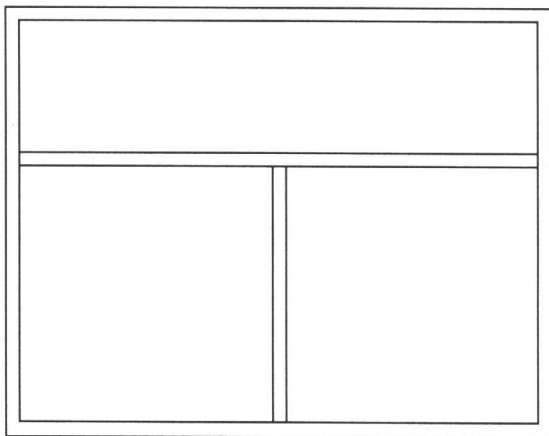

图 1-7
(7) 重复使用【多线】命令, 配合【正交】和【捕捉到 midpoint】捕捉功能绘制竖撑, 如图 1-7 所示。